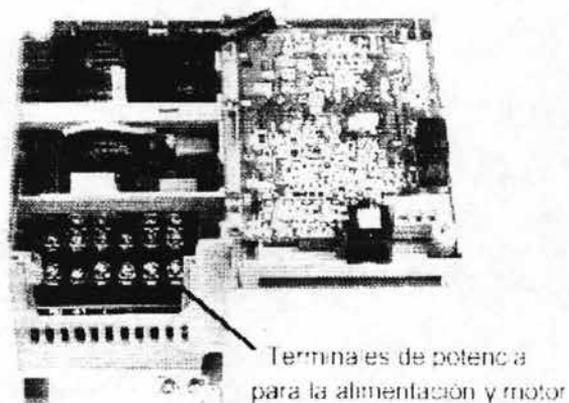

Figura 2.6 Terminales para el motor y alimentación
Finalmente encontramos las terminales de potencia, líneas de alimentación (L1,L2,L3) o R,S,T y las terminales de potencia (T1,T2,T3) o U,V,W. También encontramos las tiras terminales de bus de voltaje de directa (+, -) y (RB); siendo esta ultima donde se coloca una resistencia de frenado, lo anterior se muestra en la figura 2.6